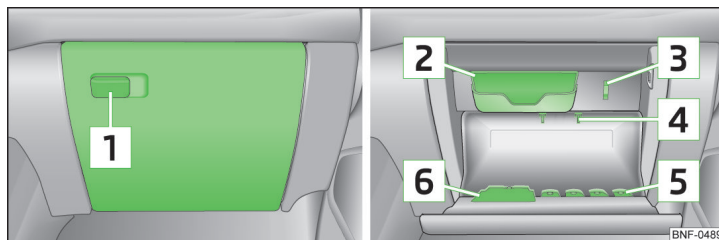

Fig. 61 Torpedoul de pe partea pasagerului față
Compartimentul de depozitare » fig. 61
► Trageți de mnerul de deschidere **1** » fig. 61.